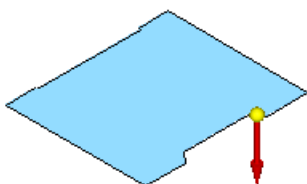
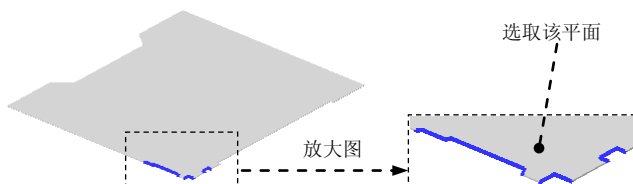

图 8.8.4 定义材料方向
图 8.8.5 法向除料特征 1
(3) 定义材料厚度及方向。在命令条中单击“厚度步骤”按钮 定义材料厚度，在 **厚度** 文本框中输入值 0.5，并将材料加厚方向调整至图 8.8.4 所示的位置后单击。
(4) 单击命令条中的  按钮，完成特征的创建。
Step3. 创建图 8.8.5 所示的法向除料特征 1。
(1) 选择命令。在“主页”功能选项卡“钣金”工具栏中单击  按钮，选择  法向除料命令。
(2) 定义特征的截面草图。
① 选取草图平面。在系统  的提示下，选取图 8.8.5 所示的模型表面为草图平面。